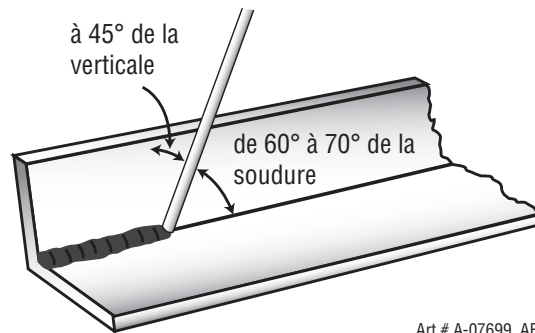
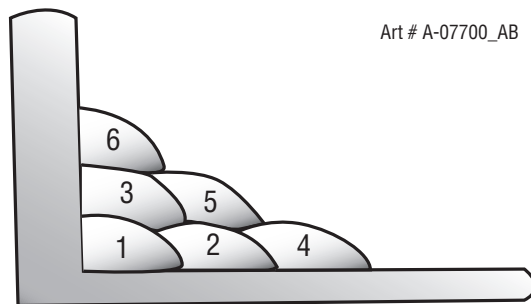

Figure 4-23 : Position de l'électrode pour une soudure d'angle HV
Figure 4-24 : Plusieurs passages d'une soudure d'angle HV
Une cornière est un bon exemple, ou encore, deux bandes d'acier pointé (assemblé au point) ensemble à angle droit. Au moyen d'une électrode E7014 de 3,2 mm (1/8 po) à 100 A, positionnez la cornière avec une patte à la verticale et l'autre, à l'horizontale. Cette position est connue comme une soudure d'angle horizontale/verticale (HV). Amorcez l'arc et amenez immédiatement l'électrode à une position perpendiculaire à la ligne de l'angle et à 45° de la verticale. Certaines électrodes doivent aussi s'éloigner d'un angle de 20° de la position perpendiculaire pour empêcher le laitier de devancer la soudure. Reportez-vous à la figure 4-23. N'essayez pas d'accumuler trop de métal, au plus 6,4 mm (1/4 po) de largeur avec une électrode de 3,2 mm (1/8 po) sinon le métal d'apport a tendance à s'affaisser vers la base et un caniveau se forme sur la patte verticale. Procédez à plusieurs passages comme illustrés à la figure 4-24. Il n'est pas recommandé d'entrecroiser les passages dans les soudures d'angle VH.